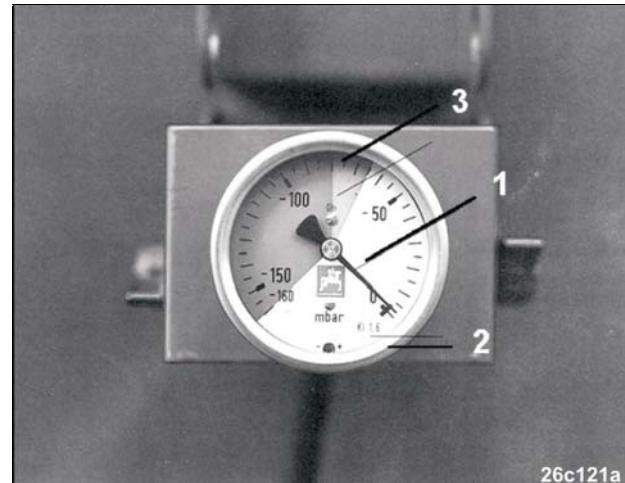

Рис. 127
**Количество оборотов вала отбора мощности трактора необходимо устанавливать таким образом, чтобы стрелка (Рис. 127/1) манометра (Рис. 127/2) во время посева находилась посередине, в зеленом секторе (Рис. 127/3) приблизительно при 65 - 80 мбар.**
**При использовании красного дозирующего диска (специальная оснастка для кормовых бобов) количество оборотов вала отбора мощности трактора устанавливайте таким образом, чтобы стрелка (Рис. 127/1)!**